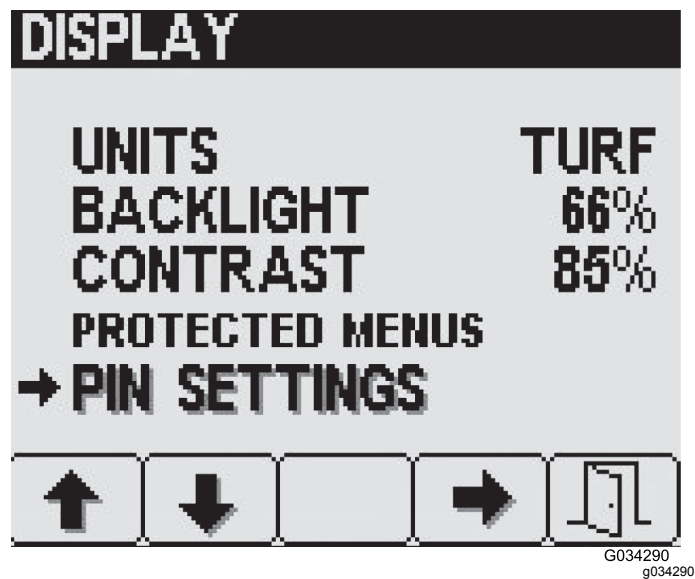

Figure 24
PIN soit atteinte, puis appuyez sur le bouton 4 pour la sélectionner (Figure 24).
1. Appuyez sur le bouton 2 de l'écran de réglage Affichage jusqu'à ce que l'option Réglages code PIN soit atteinte, puis appuyez sur le bouton 4 pour la sélectionner (Figure 24).